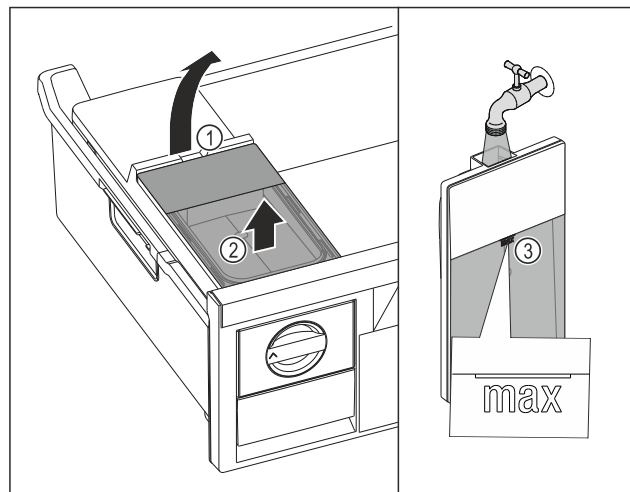

Fig. 69
- Wassertank an der Aussparung Fig. 69 (1) anheben.
- Wassertank nach oben entnehmen. Fig. 69 (2)
- Wassertank bis zur Markierung Fig. 69 (3) mit Trinkwasser befüllen.